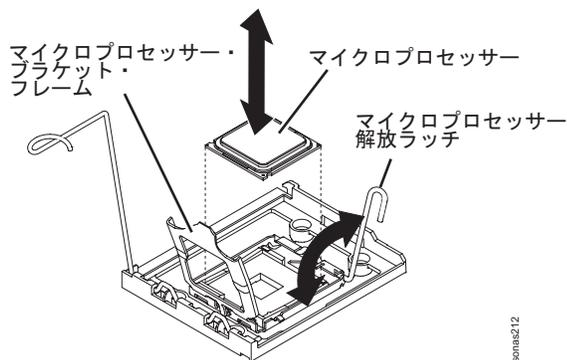

図 40. マイクロプロセッサ解放ラッチ
7. マイクロプロセッサ保持ラッチを解放します。このためには、ラッチの端を押し下げて、横に動かし、開いた (上) 位置に解放します。 図 40 を参照。